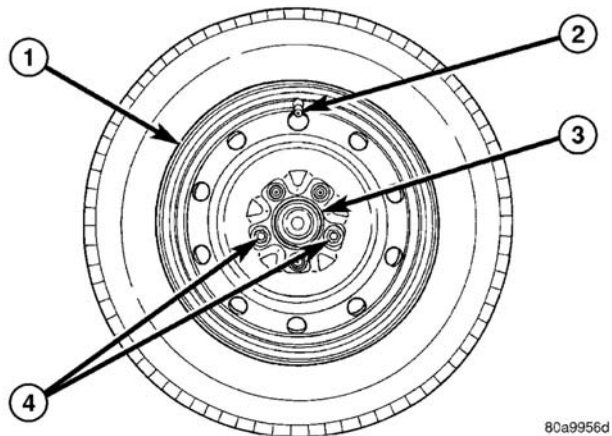

图 14 安装两个车轮固定螺母
附注：为保证车轮罩的安装，车轮固定螺母必须如图 14 所示安装到螺柱上
- (2) 以气门嘴作为标记并转至 12 点钟位置，安装并轻轻地紧固位于 4 点钟位置和 8 点钟位置（如所示）的螺柱上安装的两个车轮安装螺母（图 14）。